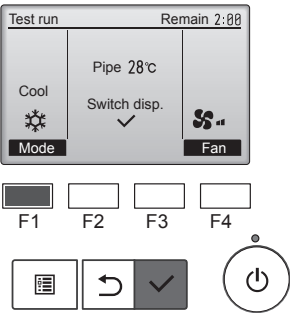

Fig. 7-3
- 1 Սեղմեք [F1] կոճակը՝ աշխատանքի ռեժիմը փոխելու համար: (Fig. 7-3)